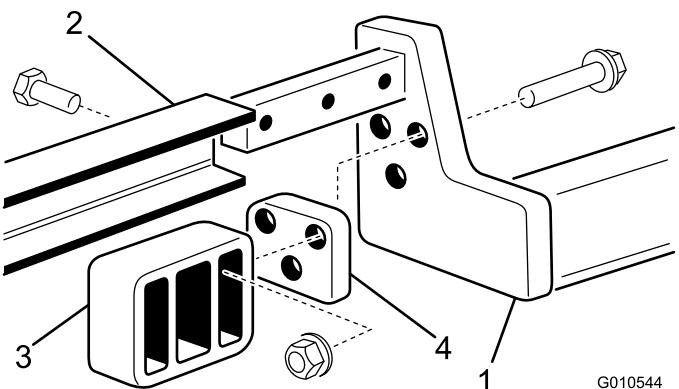

Figure 6
3. Installez un berceau arrière à chaque bras de relevage à l'aide de 3 boulons, entretoises et écrous à embase, comme illustré (Figure 6).
3. 12,7 mm      6. 10,31 mm de diamètre (3)
4. Faites glisser le bâti porteur sur les bras de relevage en prenant soin d'aligner les trous de montage. Fixez chaque côté du bâti porteur aux bras de relevage à l'aide de 3 boulons (1/2 x 1-1/2"). Serrez le boulon à un couple de 95 à 108 Nm (Figure 6).